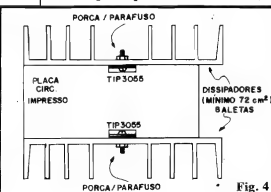

Fig. 4
Um ponto **muito** importante na construção do C-12/110-220 é a correta aplicação dos dissipadores aos transistores de potência, cujos detalhes são vistos na fig. 4. Observar que ambos os TIP3055 ficam, na placa, com suas "costas" metálicas voltadas para fora, o que facilitará a fixação dos dissipadores através de porcas e parafusos (tamanho 3/32" ou 1/8"). Não há necessidade de micas, isoladores ou buchas, desde que os dois dissipadores não se toquem e também não façam contato com outras partes metálicas do circuito ou a superfície interna da caixa que abrigará a montagem.
- - Cabagem blindada para a entrada, potenciômetro, etc. (ver figs. 4 e 5)
As (poucas e simples...) conexões externas são vistas na fig. 4 (onde a placa ainda está com o lado não cobreado "para cima"....). Nessa fase, atenção à polaridade da alimentação (e aos seus limites) e lembrar que a conexão de entrada deve ser feita com cabagem blindada, prevenindo captações espúrias ou zumbidos, devido ao elevado ganho do circuito... Em qualquer caso, recomenda-se o uso de alto-falante (ou mais de um alto-falante, formando uma impedância conjunta de 8 ohms) para 10W, no mínimo, de bom tamanho, acondicionado em caixa acústica, para bom rendimento.